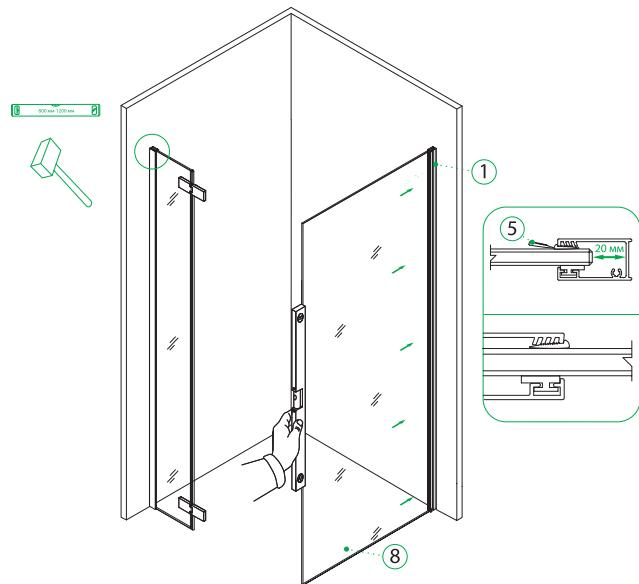

Рис. 10/10-сүр.
- Установите закаленное стекло 1930x860 мм (№8) в пристенный профиль (№1) с помощью уровня. Слегка закрепите его уплотнителем EVA (№5), чтобы впоследствии можно было отрегулировать длину ограждения (рис. 10).